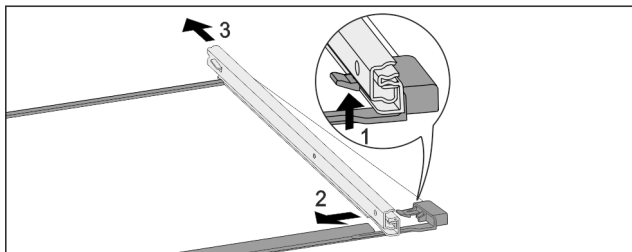

Fig. 77 Skleněná deska s kolejničkami
- ▶ Přední aretační háček zatlačte nahoru. Fig. 77 (1)
- ▶ Výsuvnou kolejničku vysuňte stranou Fig. 77 (2) a dozadu Fig. 77 (3).